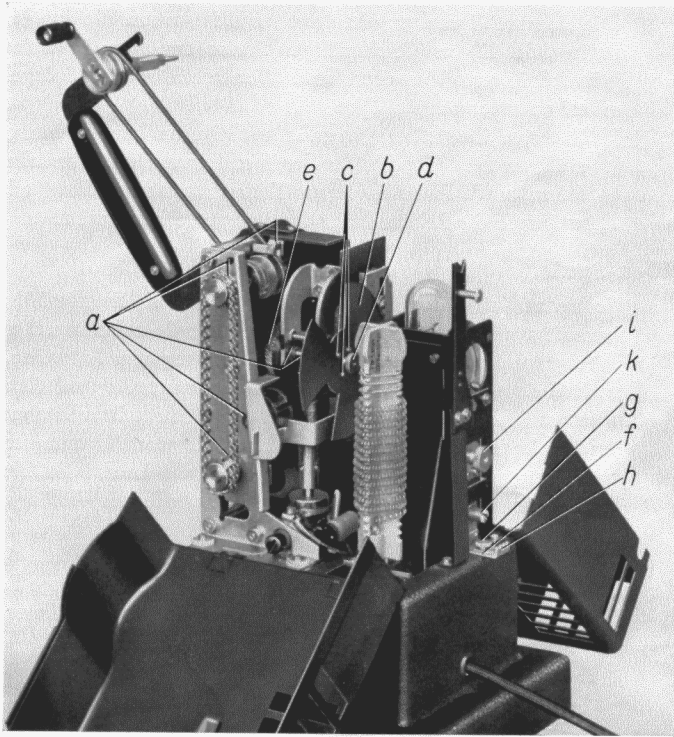
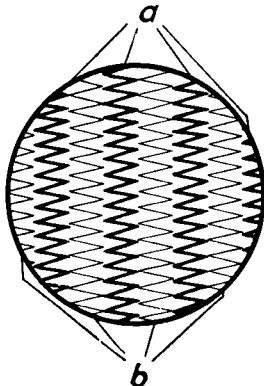

Bild 11. Getriebeansicht des Projektors, Widerstandsseite.
Bild 12.
Beim Auswechseln Schutzgehäuse (a in Bild 3) abnehmen, Widerstand (d) herausnehmen, dann Rändelmutter (d in Bild 11) lösen. Blende paßt nur in **einer** Lage (Stifte c in Bild 11)!
2. Beide Madenschrauben, mit denen das Schraubenrad (e in Bild 11) auf seiner Achse befestigt ist (Madenschrauben sind in Bild 11 nicht sichtbar), lösen und Blende (b) leicht verdrehen:
Schraube (g in Bild 11), die den verschiebbaren Fuß (f) mit der Lampenfassung festhält, lockern und Fuß am Handgriff (h) nach vor- oder rückwärts oder seitlich verschieben. Rändelmutter (i) lösen und Lampenfassung mit Handgriff (k) nach auf- oder abwärts verschieben. Zum Prüfen der Einstellung bei eingeschaltetem Projektor Lupe oder zweites Objektiv vor Apparatobjektiv halten, oder Apparatobjektiv weit aus der Fassung herausziehen. Dadurch werden auf dem Bildschirm die Wendelbilder und dazwischen die vom Hohlspiegel entworfenen Spiegelbilder der Wendeln sichtbar. Die richtige Einstellung ist dann erreicht, wenn die Spiegelbilder (b in Bild 12) in gleichmäßigen Zwischenräumen zwischen den Wendelbildern (a) liegen und Wendelbilder wie Spiegelbilder scharf zu erkennen sind.